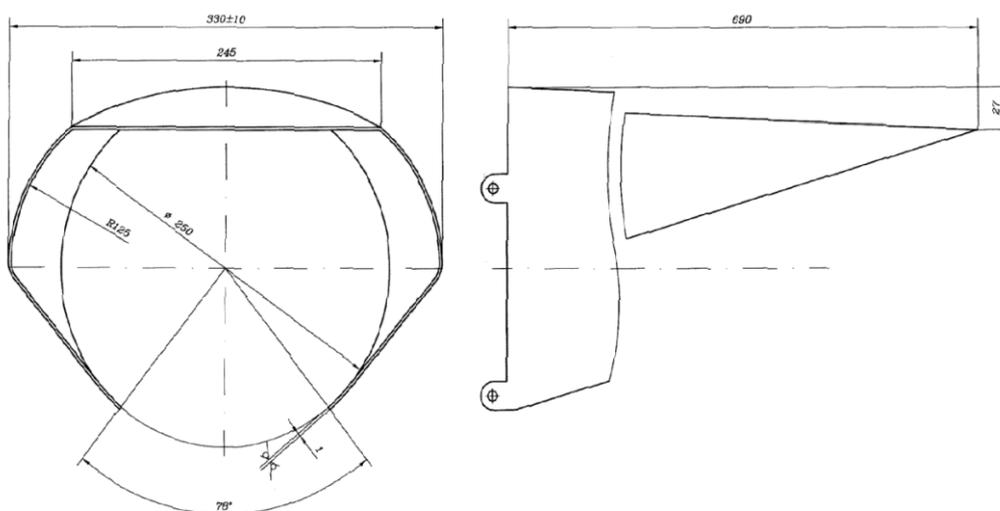

Рис.1. Козырёк светофорной головки
7.2.1. Для замены козырька светофорной головки представленного на рис.1 следует выполнить следующие действия: